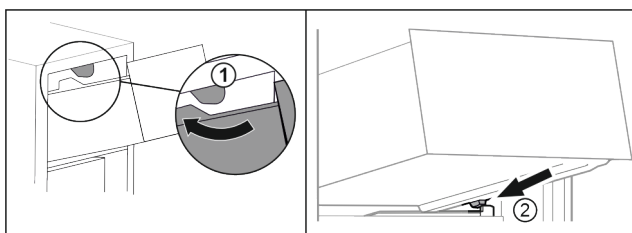

Fig. 74
- ▶ Lirka utdragslåda kring de övre stopplackarna. Fig. 74 (1)
- ▶ Sätt utdragslåda i vinkel på behållarens galler bakom de nedre stopplackarna. Fig. 74 (2)